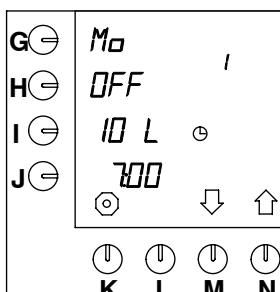

Fig. 12 Ajuste preprogramado por estandar
- A continuación, en el display aparecerá la **primera** programación para el **próximo día**, vea fig. 12 .